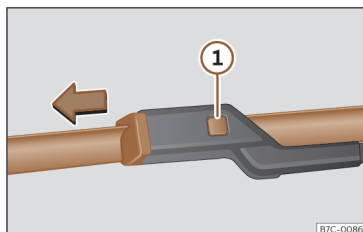

Fig. 163 Substituição das escovas do limpador para-brisas.
- Mantenha pressionado o botão de desbloqueio >>> **Fig. 163** ① puxando ligeiramente pela escova no sentido da seta.